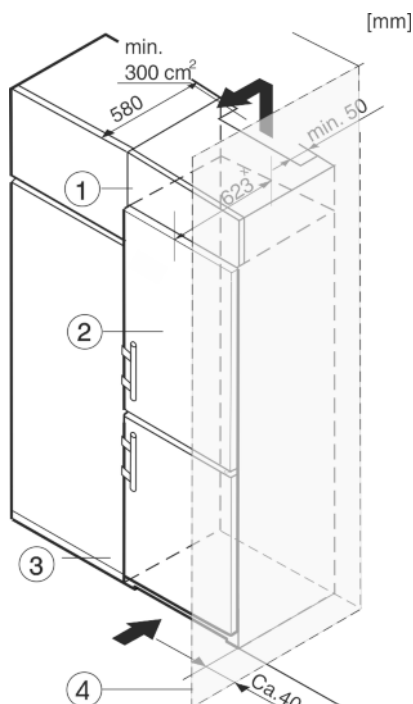

Fig. 12
- (1) Opbouwkast (2) Apparaat (3) Keukenkast (4) Wand
Het apparaat Fig. 12 (2) kan worden ingebouwd in de keuken. Om het apparaat aan de hoogte van het keukenblok aan te passen, kunt u er een passende opbouwkast Fig. 12 (1) op plaatsen.
Bij de ombouw met keukenkasten kan het apparaat direct naast de keukenkast Fig. 12 (3) worden opgesteld. Om de deur volledig te kunnen openen, moet het apparaat minimaal 65 mm* t.o.v. het keukenkastfront staan. Afhankelijk van de diepte van de keukenkast en het gebruik van de wandafstandhouders kan het apparaat verder uitsteken.
Plaatst u het apparaat met de scharnierkant naast een muur Fig. 12 (4), dan moet de afstand tussen apparaat en muur minstens 40 mm bedragen. Dit in verband met het uitsteken van de deurgreep bij een geopende deur.